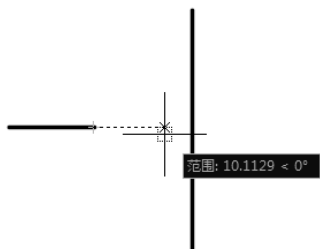

图 3-42 仅从正交方向显示对象捕捉路径
- “仅正交追踪”单选按钮：当对象捕捉追踪打开时，仅显示已获得对象捕捉点的正交（水平和垂直方向）对象，捕捉追踪路径，如图 3-42 所示。